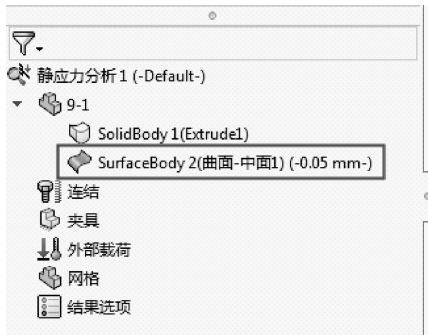

图 9-54 查看生成的中面
- 03 创建中面特征后，在 Simulation 设计树中可以找到此特征，如图 9-54 所示。